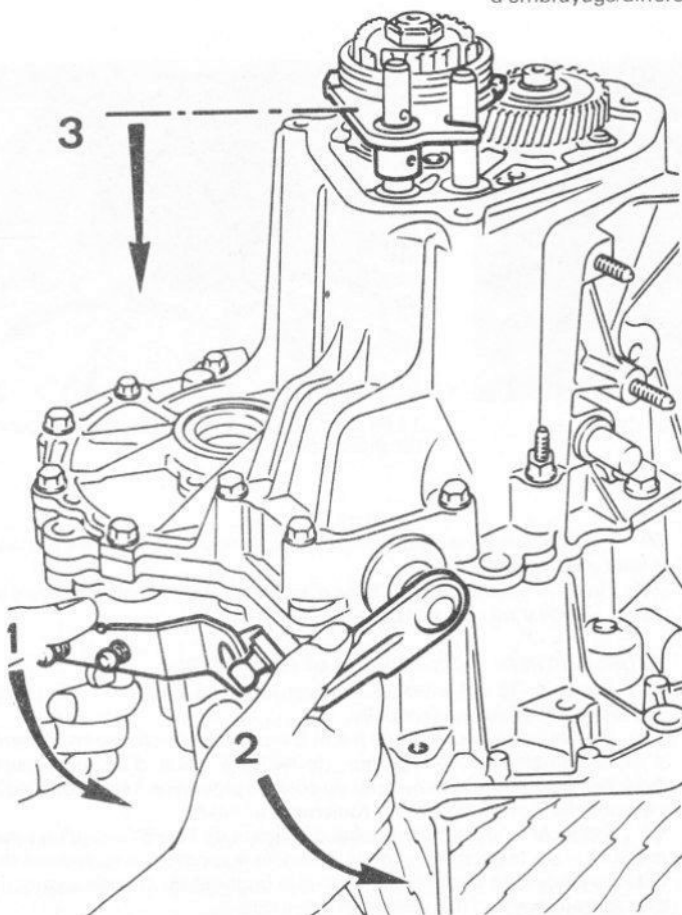

Fig. 13.73 Ordre de passage de la marche arrière et de la 5ème boîte de vitesses MA (Sec 14)
- 31 En consultant la Fig. 13.73, engager la marche arrière et la cinquième et desserrer l'écrou à l'extrémité de l'arbre secondaire. Replacer la boîte de vitesses au point mort.